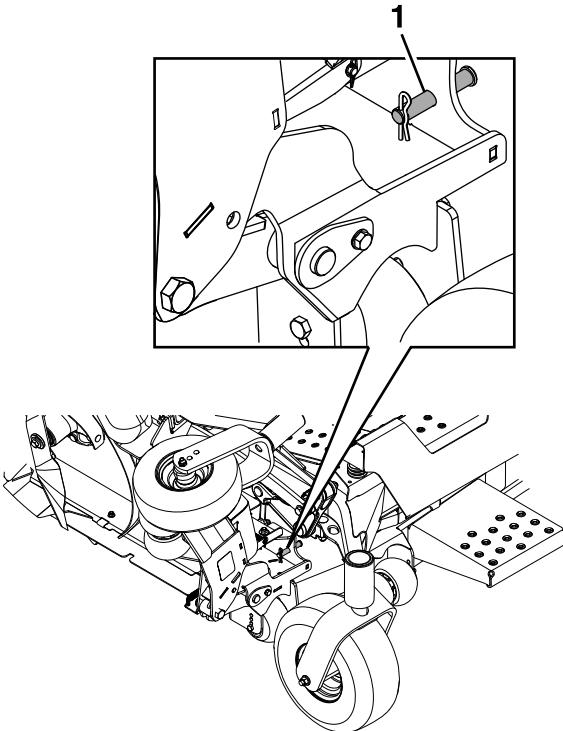

Figura 17
1. Retire el pasador y la chaveta que sujetan cada carccha lateral en posición vertical y colóquelas en la posición de almacenamiento (Figura 17).